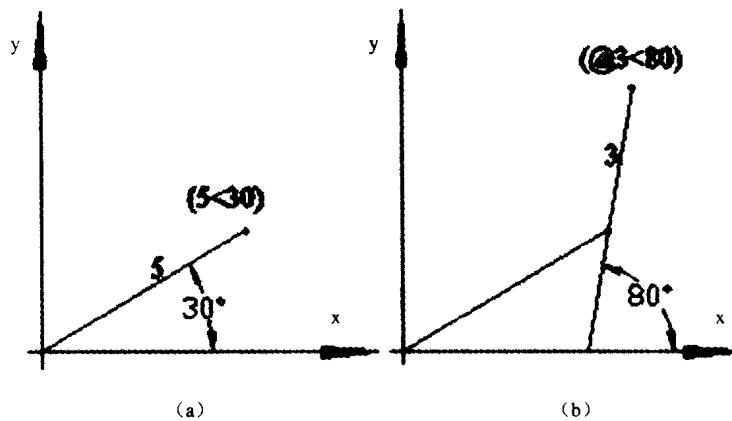

图 1-5 极坐标
(3) 绝对极坐标：输入点距原点的距离、该点与原点所连线段和 X 轴正方向之间的夹角，用“< 分隔 (图 1-5 (a))。
(4) 相对极坐标：“相对”指相对于前一点的极坐标值。相对极坐标的表达方式也是在坐标值前加一个符号“@”(图 1-5 (b))。